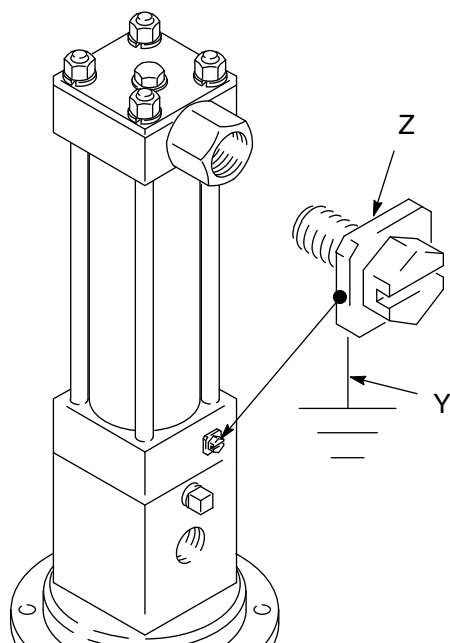

Рис. 1
Насос. Используйте провод и зажим заземления как показано на Рис. 1.
Заземление насоса: Выкрутите винт заземления (Z) и вставьте в проушину кольцевого зажима на конце провода заземления (Y). Вкрутите винт заземления обратно в насос и надежно затяните его. Присоедините второй конец провода заземления к соответствующему заземлителю. (Рис. 1).